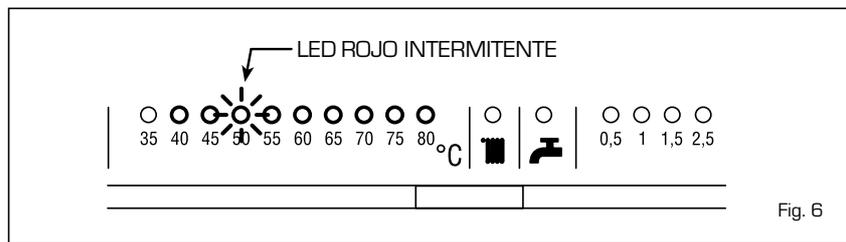

Fig. 6
**- Otras anomalías (fig. 6)**